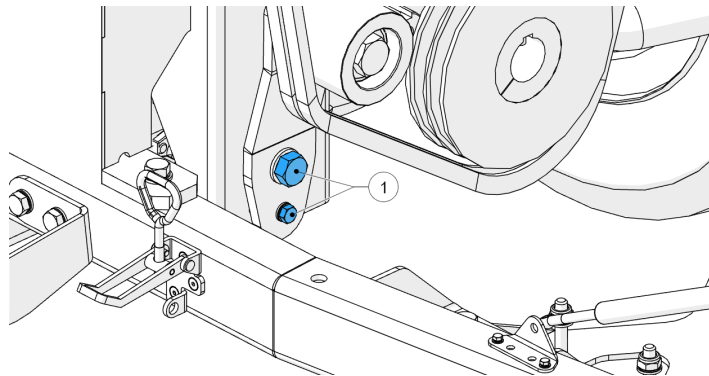

Abbildung 67 - Hauptriemenspanner
4. Prüfen Sie die Spannung des Keilriemens (1, Abbildung 67).